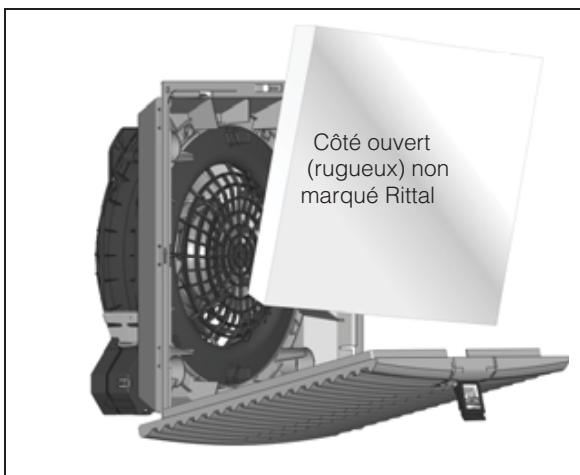

Fig. 7: Montage de la cartouche filtrante standard
- Veillez également ici à ce que le côté ouvert (non marqué Rittal) soit dirigé en direction de la grille à lamelles (voir fig. 7)